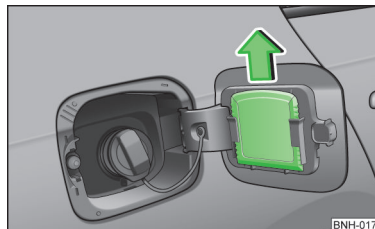

Abb. 109
- Den Eiskratzer in Pfeilrichtung herauschieben » Abb. 109.